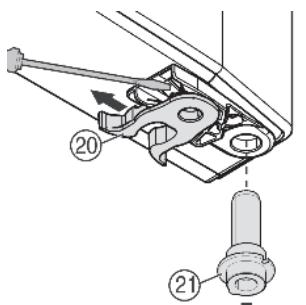

Fig. 8
- ▶ Přemístěte pružinovou svorku Fig. 8 (20): Stiskněte nos zarázky, přes ni stáhněte pružinovou svorku.
- ▶ Vytáhněte ložiskový čep Fig. 8 (21) z dveřní objímky a nasadte spolu s podložkou na protější stranu. Nos zarázky musí ukazovat k vnitřní straně dveří, zárez k vnější straně.
- ▶ Nasadte dveře dole a ložiskový čep Fig. 8 (21) do stojanu ložiska. Přip. ložiskovým čepem otáčeje tak, aby mohl zaskočit do západky.